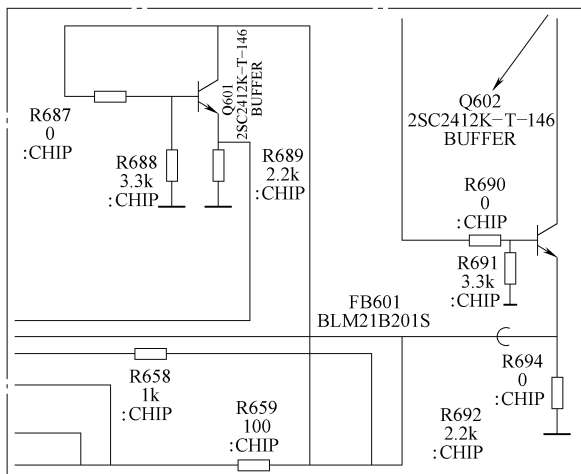

图 5-118 Q602 相关电路截图
1) 出现该故障时, Q603 基极电压过低或为 0V, 应查 Q603 基极至接插件 CN520 的⑦脚到微处理器 IC001 ⑩脚间的电路, 包括 Q603、IC001; 若 Q603 基极电压约为 3.1V, 应测 Q603 的集电极电压, 若高于 0.7V, 判定 Q603 损坏, 若 Q603 的集电极电压约为 0V, 而 Q602 的集电极电压远低于 9V, 应检查 Q602 等元器件。
2) Q602 相关电路截图如图 5-118 所示。